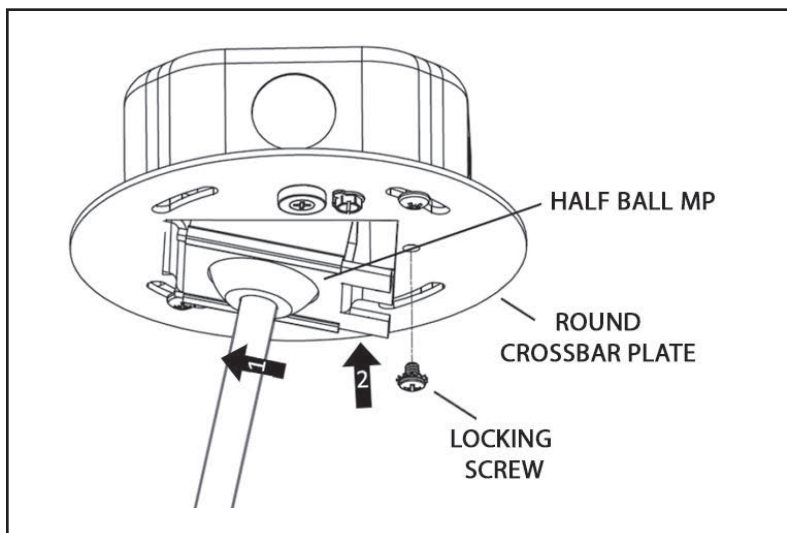

Figura 9
12. Conecte el cable neutro al cable blanco, el cable de alimentación vivo al cable negro, y el cable pelado de cobre o verde a la puesta a tierra. Utilice las tuercas para cables proporcionadas (Figura 9).
13. Para la atenuación de 0 a 10 o la atenuación digital, conecte los cables violeta y rosa a los cables de control correspondientes. Realice las conexiones eléctricas en la caja de conexiones (Figura 9).
15. Tome el conjunto del Paso 2 e introduzca la placa de montaje de media bola a través de la placa redonda de cruceta, inclinada. Presione el otro extremo hacia arriba y deslícelo hasta su lugar. Utilice el tornillo de fijación para sujetarla (Figura 9).